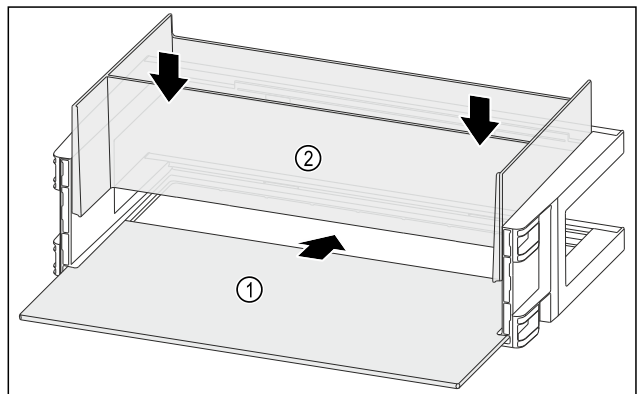

Fig. 118
- Посуньте полицю Fig. 118 (1) у бічні пази.
- Вставте організатор Fig. 118 (2).